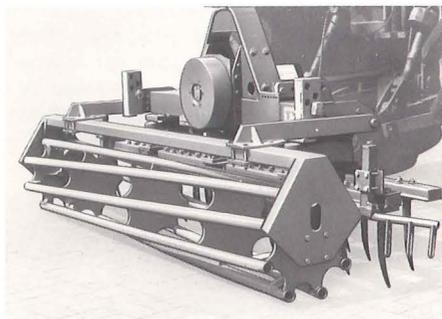

Fig. 19
**4.3 Rouleau à barres AMAZONE** – Diamètre extérieur 420 mm avec supports de réglage (voir paragraphe 3.5 et fig. 19).